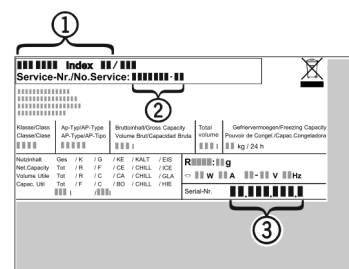

Fig. 35
- Gerätebezeichnung Fig. 35 (1), Service-Nr. Fig. 35 (2) und Serial-Nr. Fig. 35 (3) vom Typenschild ablesen. Das Typenschild befindet sich an der linken Geräteinnenseite.
- Den Kundendienst benachrichtigen und den Fehler, Gerätebezeichnung Fig. 35 (1), Service-Nr. Fig. 35 (2) und Serial-Nr. Fig. 35 (3) mitteilen.